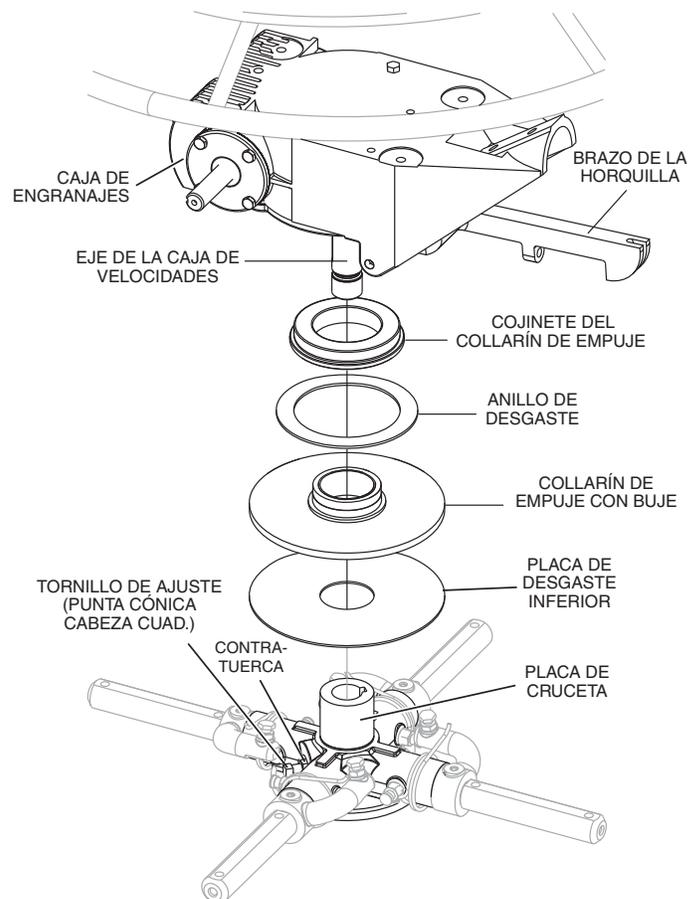

**Figura 50. Alineación incorrecta de la placa de la cruceta**
- La Figura 50 ilustra: "alineación incorrecta", casquillos de la cruceta desgastado o los brazos de la allanadora doblados.